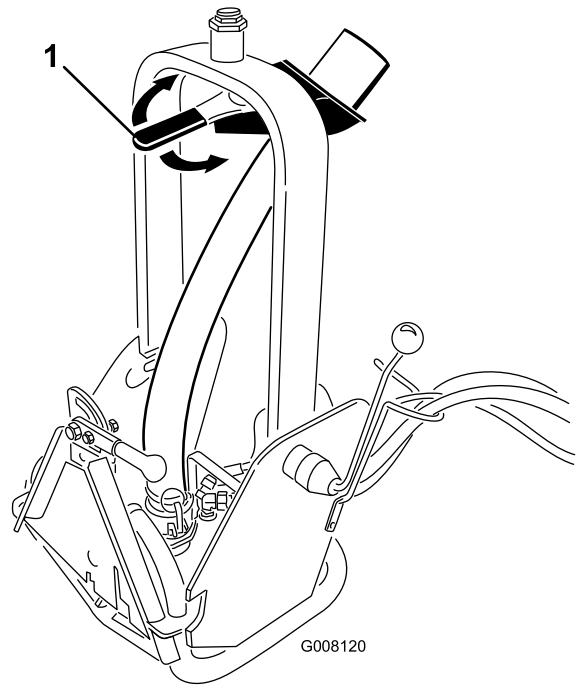

Figura 7
2. Para ajustar la dirección del caudal, gire la palanca de la boquilla (Figura 7) a la posición deseada.
Nota: Puede aumentarse o reducirse la resistencia de la palanca de la boquilla (Figura 7) apretando